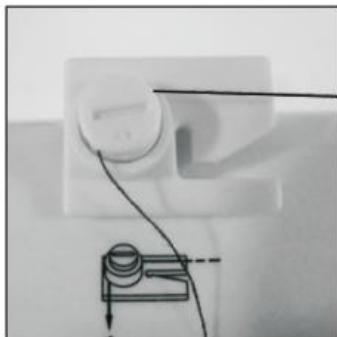

Fig.12
2. Vedíte niť cez napínicu podložku navíjača na hornej strane stroja (Fig. 12).